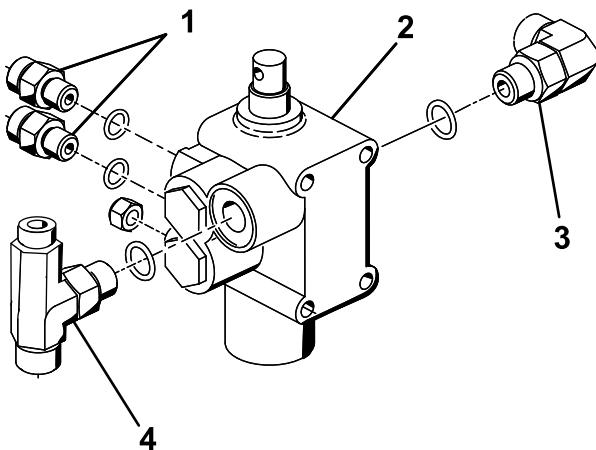

Рисунок 9
- Вверните прямоугольный штуцер, 2 прямых гидравлических штуцера и тройник, снятый с имеющегося клапана 3 Подготовка к установке гидравлических компонентов \(страница 5\), в новый клапан подъема, как показано на Рисунок 9.